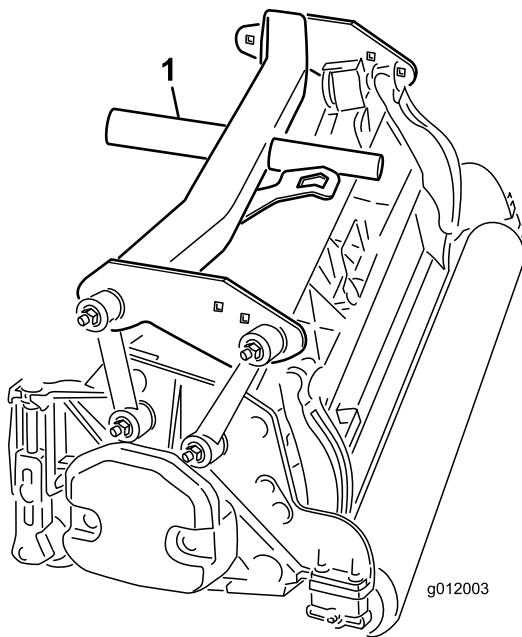

Bild 18
4. Setzen Sie den hinteren Trägerrahmen (Bild 18) auf die Heckschneideinheit.